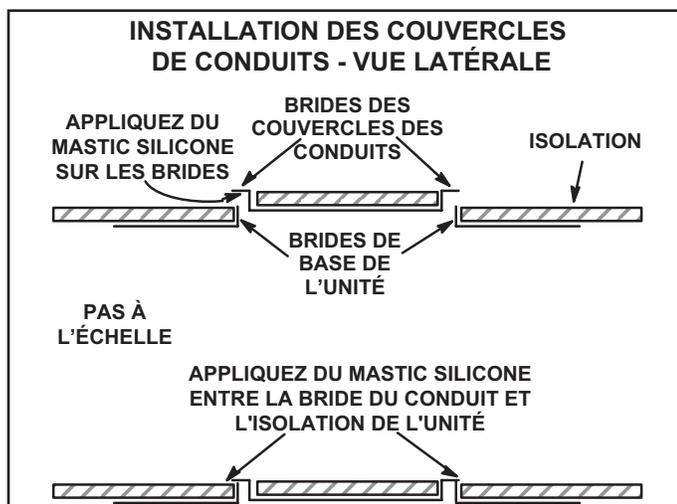

FIGURE 4
- 1- Retirez les couvercles des ouvertures horizontales et placez un cordon de mastic silicone sur la face inférieure des brides des couvercles de conduits. Reportez-vous à la FIGURE 4.